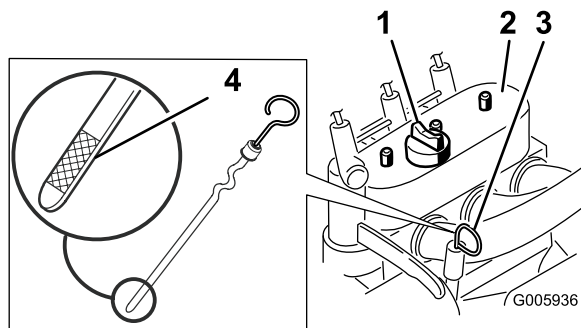

Figura 14
4. Pulite attorno all'asta di livello (Figura 14).
5. Estraete l'asta di livello dell'olio e pulite l'estremità metallica (Figura 14).
6. Infilate fino in fondo l'asta di livello nel relativo tubo (Figura 14).
8. Se il livello dell'olio è troppo basso, pulite l'area circostante il tappo di riempimento dell'olio e rimuovete il tappo (Figura 14).